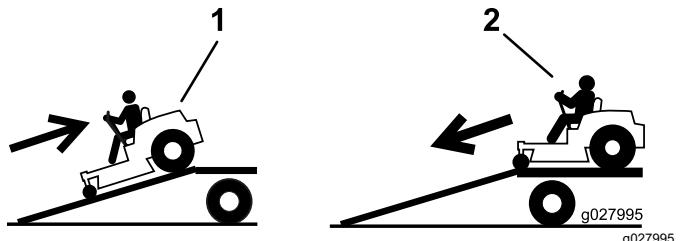

Bild 40
4. Fahren Sie die Maschine rückwärts die Rampe hoch (Bild 40).
2. Fahren Sie die Maschine vorwärts von der Rampe herunter (Bild 40).